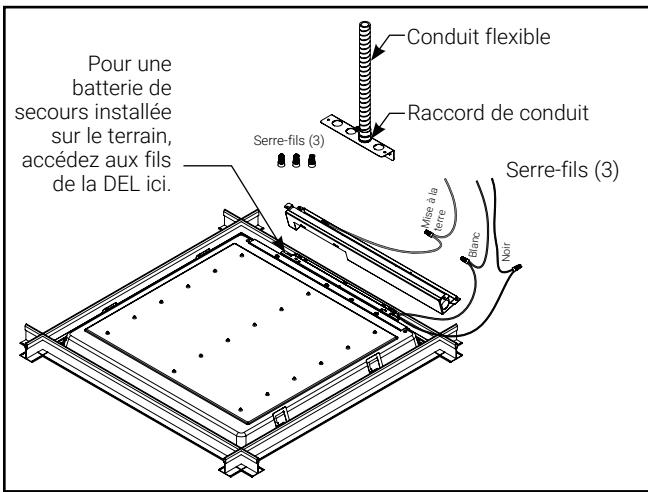

Figure 5.
- Faites passer la ligne d'alimentation par le débouché ouvert. Utilisez les trois capuchons de connexion fournis pour relier le fil de mise à la terre au fil de mise à la terre d'alimentation, le fil noir (ligne) au fil d'alimentation noir, et le fil blanc (neutre) au fil blanc de l'alimentation (Figure 5).
REMARQUE : Le luminaire est compatible avec les systèmes de batterie de secours y compris les modèles EBLED7W et EBLED14W de Surelites. Si vous utilisez un système de batterie de secours compatible installé sur place, retirez la plaque de couverture du conducteur pour accéder aux fils de charge de la DEL et suivez les instructions de câblage de la batterie de secours (Fig. 5). Assurez-vous de réinstaller le couvre-joint du pilote après avoir effectué le câblage.